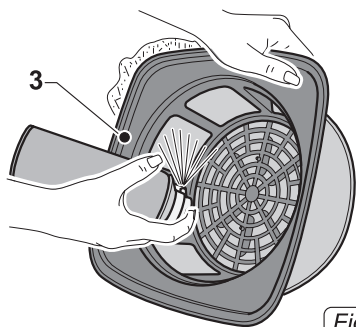

Fig. 17
- Reinigen Sie den Filter (3 Abb.17) von Innen nach Außen mit einem Luftstrahl. Der Filter kann auch (3 Abb. 17) in lauwarmem Wasser gewaschen und wenn er komplett getrocknet ist, wieder montiert werden. Sollte der Filter zu sehr verschmutzt sein, tauschen Sie ihn aus.